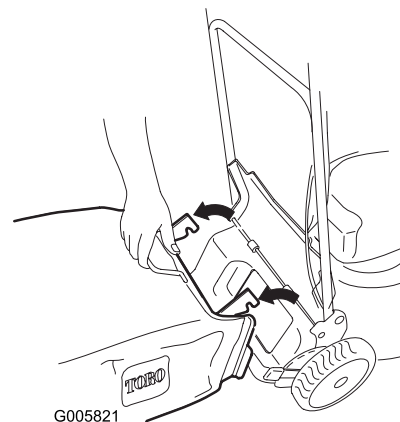

Figure 30
5. Déposez le bac à herbe (Figure 30).